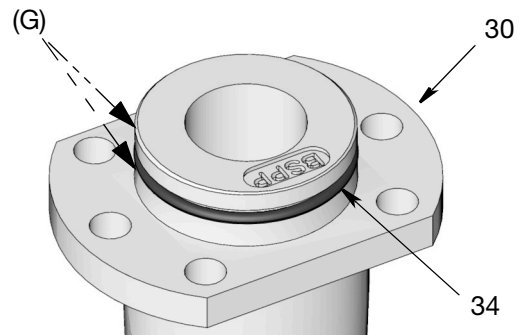

FIG. 11
- Verificare che l'O-ring dell'uscita (34) sia in posizione sull'uscita (30). Applicare un sottile strato di grasso (G) attorno all'O-ring come mostrato in FIG. 11.